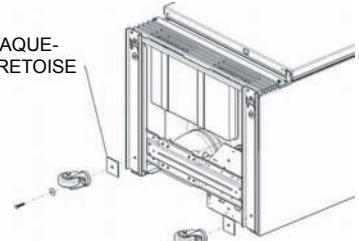

Figure 5
- Ensuite, insérez le même boulon dans le trou de la plaque-entretoise en métal, puis dans le trou arrière du rail de roulette (fig. 5).